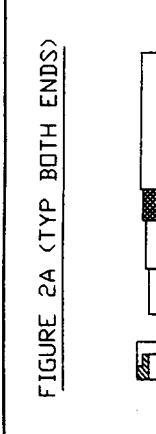

FIGURE 2A (TYP BOTH ENDS)
- INSERT THE FERRULE (ITEM 2) ON THE CABLE AS SHOWN IN FIGURE 2A & INSERT SHIELD WIRE (ITEM 3) AS SHOWN IN FIGURE 2B AND CRIMP AMP. TOOL 59500 WITH INSERT 45066-3.